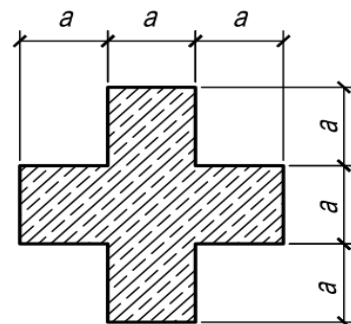

Рис. 4.34
4.34. Балка заданного сечения подвергается изгибу в двух вариантах: в плоскости вертикальной оси симметрии и в плоскости наклонной оси симметрии. Определить отношение максимальных нормальных напряжений при этих вариантах (рис.4.34).